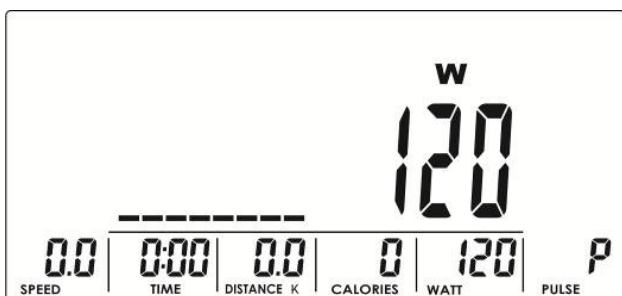

Fig. 15
2. Entrez le nombre souhaité de watts (valeur affichée par défaut : 120) (fig. 15) à l'aide des touches UP/DOWN.